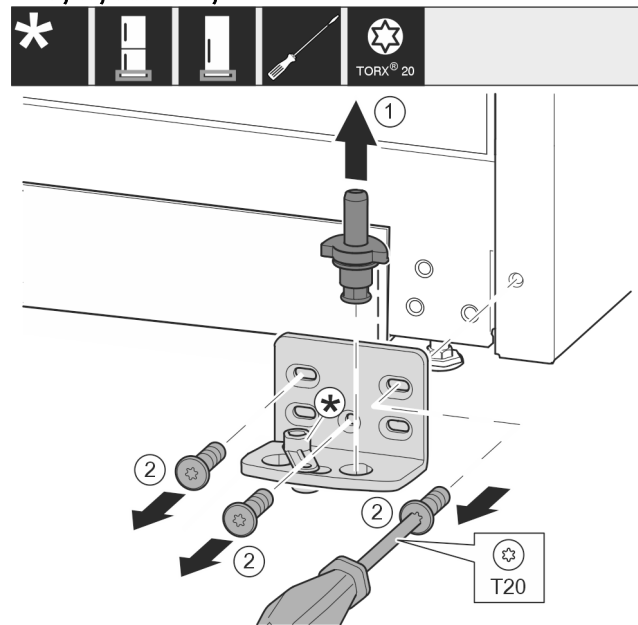

Fig. 11
- ▶ Τραβήξτε έξω ολόκληρο τον πείρο προς τα επάνω. Fig. 11 (1)
- ▶ Ξεβιδώστε τις βίδες με κατσαβίδι T20 και αφαιρέστε το στήριγμα. Fig. 11 (2)